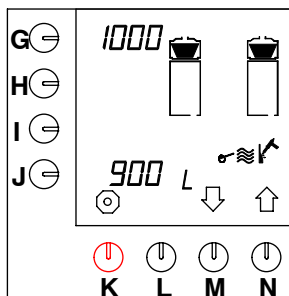

Fig. 18 Contatore disincrostazioni sulla macchina di preparazione del caffè
- Sullo schermo viene visualizzato il contatore delle disincrostazioni (vedere fig. 18).